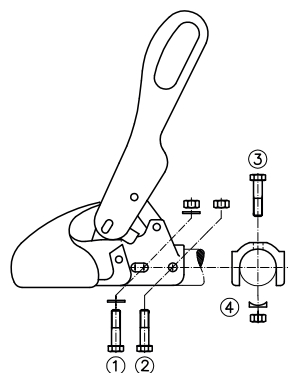

Figura 3
entre orificios de 40 mm. (Figura 3) El material de fijación no pertenece al volumen de suministro.
2.2 Cuando el enganche esférico de tracción WS 3000/3500 se emplea como sustituto de otro tipo de enganche, en la instalación de inercia se debe observar, que el amortiguador vuelva a ser montado reglamentariamente y los tubos distanciadores eventualmente existentes en el tubo de tracción sean enhebrados correctamente. Como elemento auxiliar en el WS 3000-D por favor emplear el perno suministrado Ø 12x34 mm o Ø 12x49 mm según el diámetro de la barra de tracción. En el WS 3500-D Ø 14x63 mm. Como elemento auxiliar emplear por favor el perno suministrado de Ø 12x34 mm o Ø 12x49 mm según el diámetro de la barra de tracción. Emplear el perno como extractor durante el desmontaje del tornillo de fijación (2) o (3) (Figura 3) según el tipo de fijación del amortiguador y dejarlo colocado durante el desmontaje/montaje del enganche esférico de tracción para el centrado del amortiguador en el tubo de tracción. Al colocar el nuevo tornillo de fijación, volver a retirar el perno.